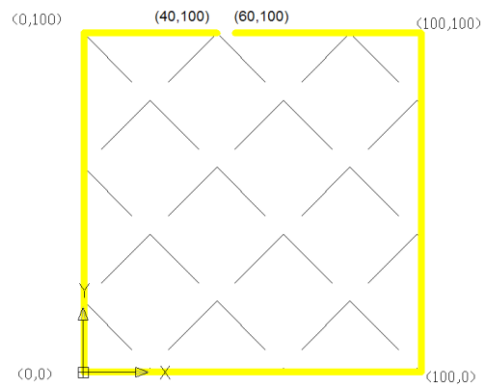

Рис. 4.45. Ескіз до завдання 4.1
**Завдання 4.1.** Намалювати контур (рис. 4.45) жовтим кольором товщиною 1 на шарі 0 згідно ескізу. Нанести асоціативну штриховку з контуром на шарі «1» без прибирання розриву контура.